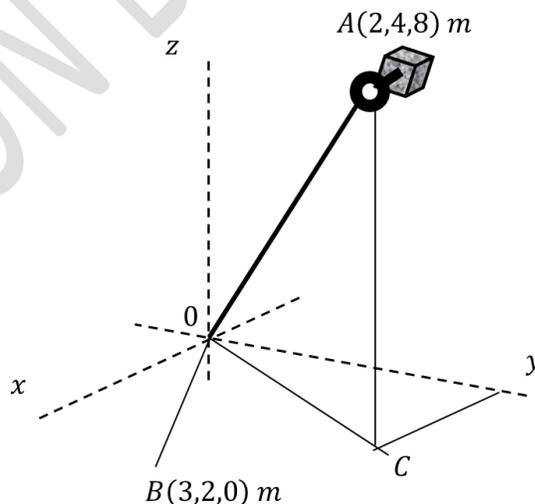

Fig. 3.10.
3.9.- La tensión que se ejerce en el cable OA mostrado en la Fig. 3.10 es de 5 (kN). Determinar el torque que realiza la tensión respecto de la recta que une B con C.